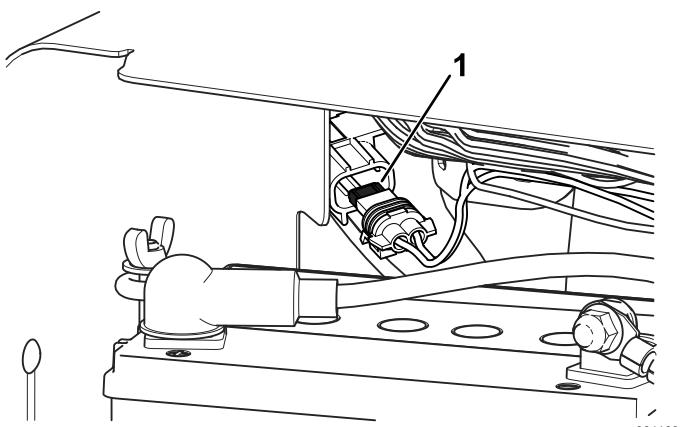

Figura 162
**Nota:** Il fusibile della ventola è posizionato in linea dietro alla batteria (Figura 162).